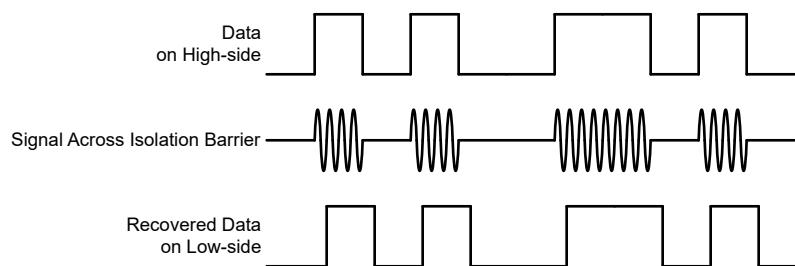

図 6-4. OOK ベースの変調方式
AMC23C15 -Q1 は、 $\text{SiO}_2$  ベースの絶縁バリア越しにコンパレータの出力状態を送信するため、図 6-4 に示すオン / オフ キーリング (OOK) 変調方式を採用しています。「機能ブロック図」に示す送信ドライバ (TX) は、デジタル 1 を表すために内部で生成された高周波キャリアを絶縁バリア越しに送信します。デジタル 0 を表す信号は送りません。